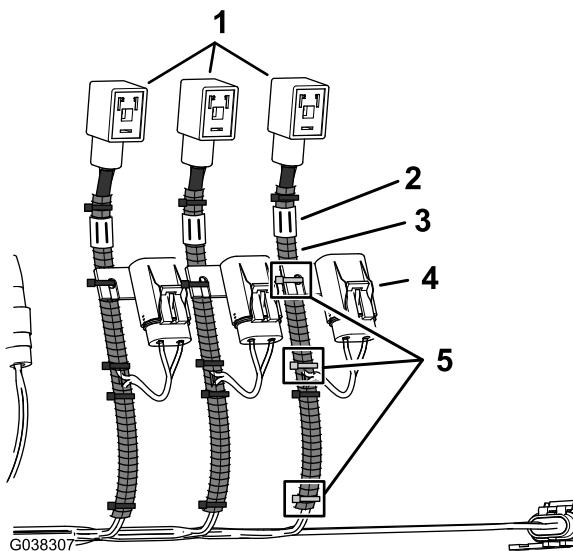

图29
- 如图29 所示在机器背面取下将螺旋管道和直列保险丝盒固定至带右喷洒阀标签的支管线束的 3 个绑扎带。